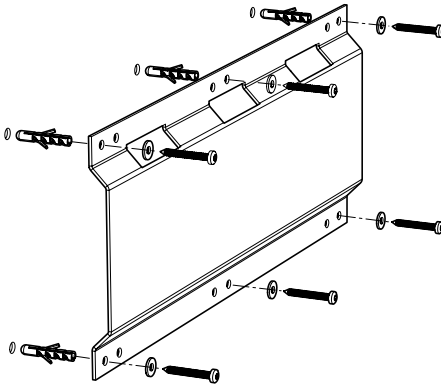

Bild 8 Montager Reihenfolge
3. Markieren Sie pro Lochpaar mindestens eine Bohrung (Beispiel siehe Bild 8).